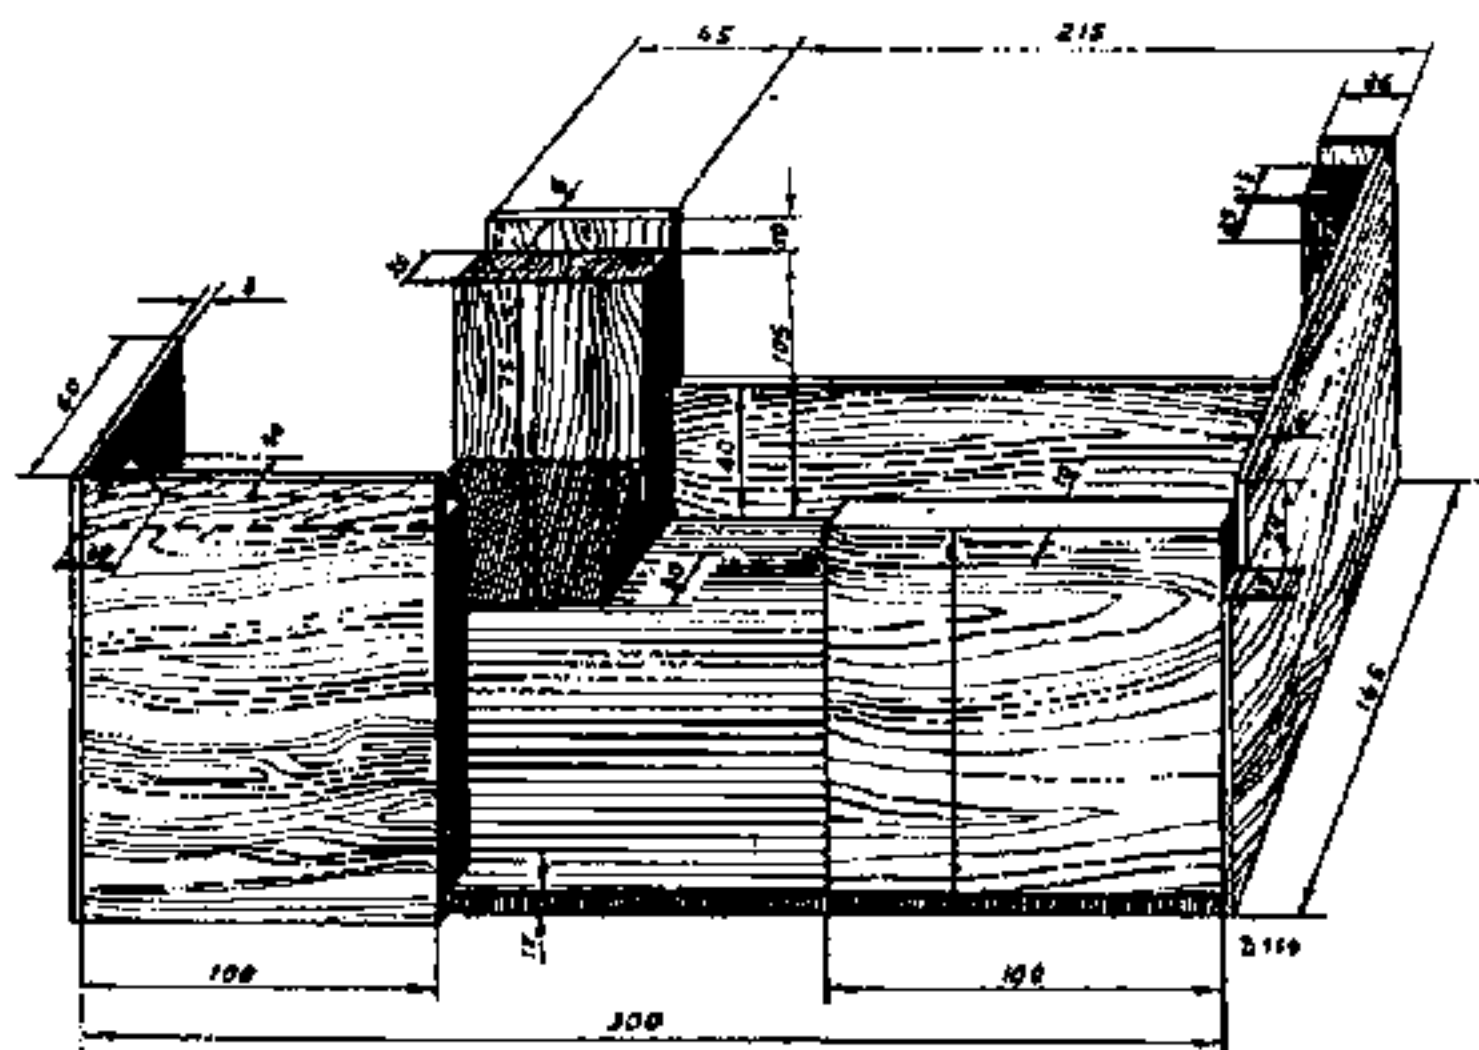

Fig. 1
- Plaats het chassis nooit op de kop; een deuk in de spoelbussen zou de zelfinductie nadeelig beïnvloeden. Gebruik echter steeds een montagebankje volgens fig. 1. Deze bankjes kan men zelf maken of bij Philips bestellen Code No. 09.990.930.